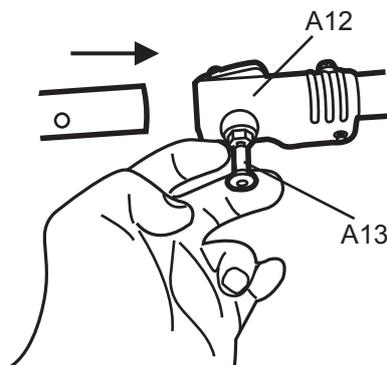

Fig. 2b
- Extraire la goupille de verrouillage (A13) et insérer l'extension (A21) dans la bride (A12). Relâcher la goupille de verrouillage. Faire légèrement pivoter l'extension (21) pour laisser l'axe de verrouillage s'engager dans l'orifice. Toujours s'assurer que la goupille de verrouillage s'engage dans l'orifice (voir Fig.2b).